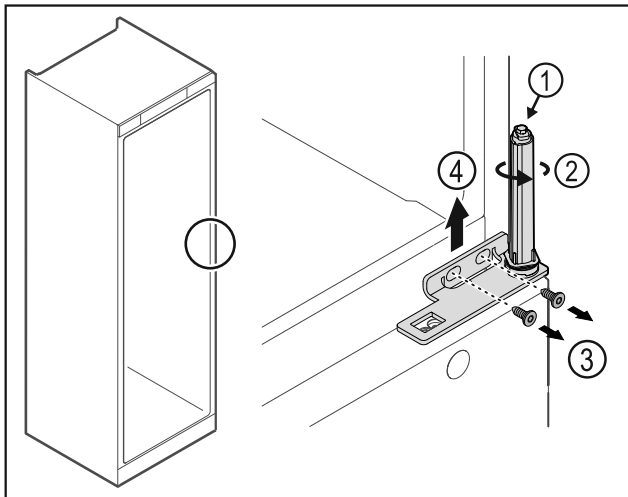

Fig. 23
- ▶ Türschließsystem nicht zerlegen Fig. 23 (1).
- ▶ Schließsystem Fig. 23 (2) drehen, bis es klickt.
- ▶ Schrauben Fig. 23 (3) lösen, Scharnierwinkel nach oben abnehmen Fig. 23 (4).